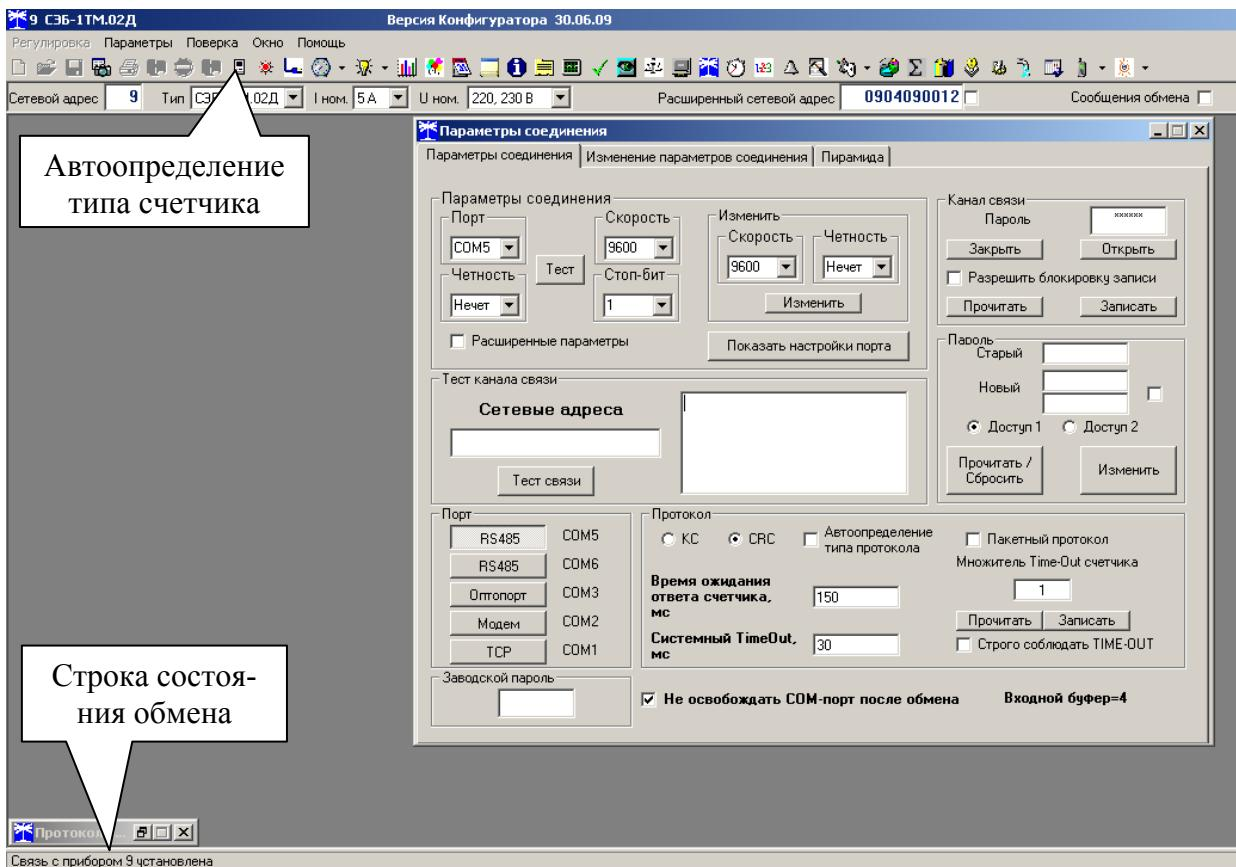

Рисунок 1 - Генеральная форма программы «Конфигуратор СЭТ-4ТМ»
7.2 Форма «Параметры и установки» может быть вызвана из меню «Параметры», или нажатием кнопки «Автоопределение типа счётчика» на панели инструментов генеральной формы (рисунок 1). При этом определяется тип счётчика, заполняются информационные окна «Тип счётчика», «Ином», «Уном» генеральной формы и вызывается форма «Параметры и установки», вид которой приведен на рисунке 2.